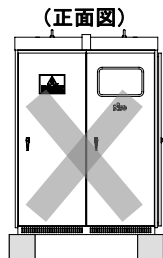

図2 ゲタ基礎(左右)
- ・ キュービクル左右底面のみが基礎に載る構造（図 2 参照）では施設しないでください。